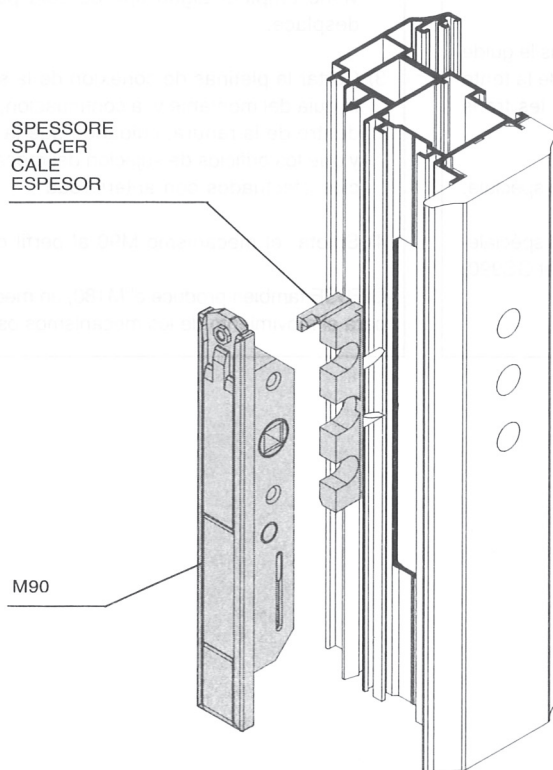

FIG. 2
(asportare D se si deve effettuare un'apertura destra, S per un'apertura sinistra). Inserire lo spessore all'interno dell'asola come indicato da fig. 2. Nel caso di movimentazione dell'asta si consiglia l'utilizzo di un collante per evitare lo spostamento dello spessore.
the tab marked D for right-hand opening, or the tab S for left hand opening). Insert the spacer in the slot as shown in fig. 2. If the wing moves, you are advised to glue the spacer in place.
2) Retirer l'extrémité avec la lettre indiquant le sens d'ouverture de la menuiserie, située sur la cale en nylon (enlever l'extrémité D pour ouverture à droite, l'extrémité S pour ouverture à gauche). Introduire la cale à l'intérieur de la fente comme l'indique la fig. 2. En cas de manutention du vantail, il est recommandé d'utiliser un adhésif pour éviter le déplacement de la cale.